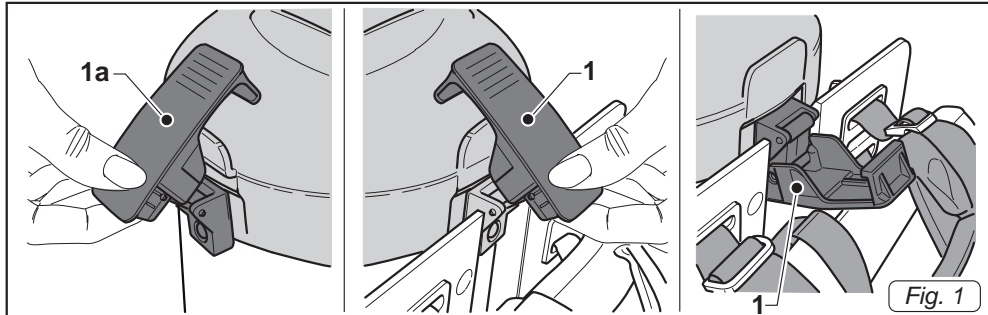
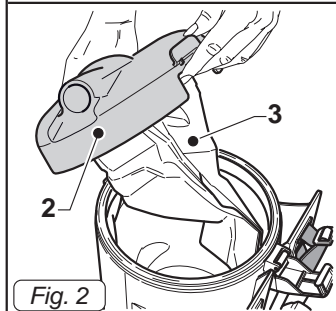

Fig. 1
Fig. 2
- Slip håndtaget (1a/1 Fig.1), og fjern dækslet (2 Fig.2) komplet med papir pose (3 Fig.2).
- Låse låget ved hjælp af håndtaget (1a/1 Fig.1).